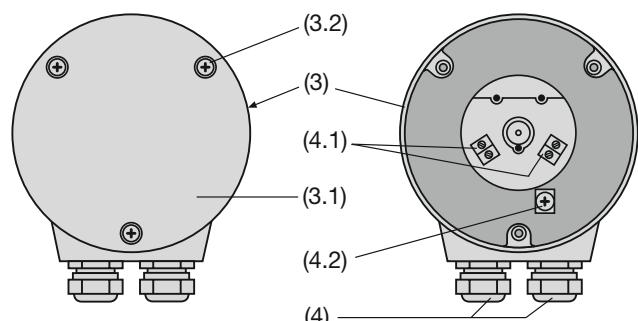

Fig. 6. Partie arrière (3) avec bornes (4.1) et (4.2) et presse-étoupes (4).
Les variantes avec **bornes à vis** directement montées dans le convertisseur et avec **presse-étoupes** comportent 4 bornes à vis (4.1) et 1 borne de mise à terre (4.2) placées dans le capot arrière (3), voir Fig. 6. Ces bornes à vis sont prévues pour une section des fils de max. 1,5 mm², elles deviennent accessibles en enlevant le couvercle (3.1).
- ... avec **bornes à vis et presse-étoupes** dévisser les 3 vis (3.2) et enlever le couvercle (3.1), (Fig. 6, à gauche).
- ... avec **bornes à vis et presse-étoupes** dévisser les 3 vis (3.2) et enlever le couvercle (3.1) (Fig. 6, à gauche).